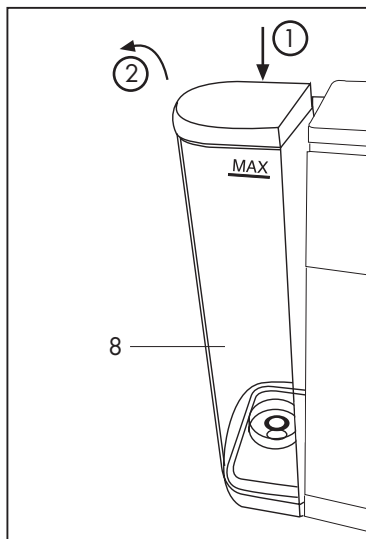

Fig. 1
- Per estrarre il serbatoio (8) premerlo verso il basso e contemporaneamente ruotarlo verso l'esterno (Fig.1)